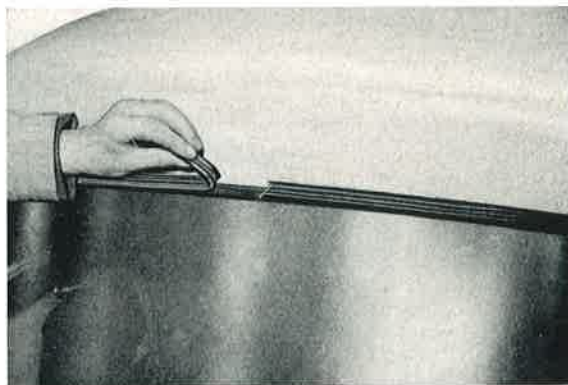

Bild 772: Am Einschnitt beginnend wird die Außenlippe des Gummirahmens ringsherum vorsichtig abgerissen.
2. Außenlippe vorsichtig abreißen (Bild 772).